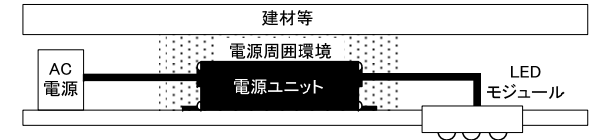
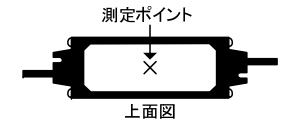

図 1
図 2
- 図 1 に示すような本製品の周囲環境について、図 2 に示す温度測定ポイントが 80℃以下となるように、特に下記の点にご注意ください。